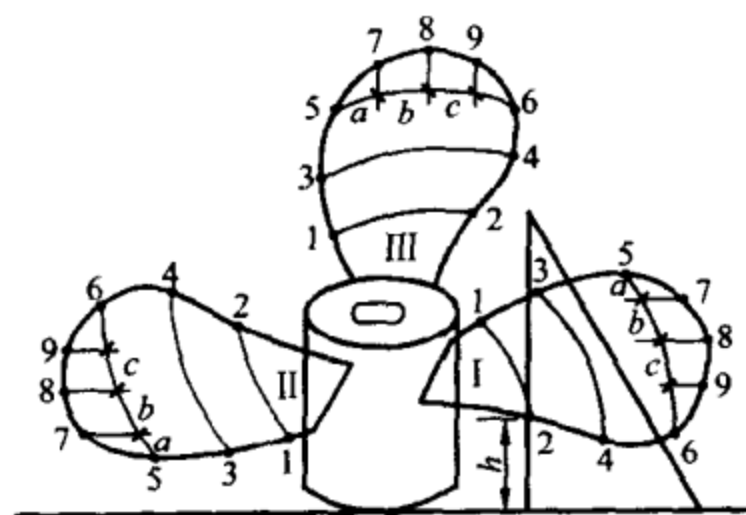

图 2-11 划弧定点法校正扇叶示意图
(1) 转动扇叶，以三个不同长度为半径用铅笔在三个扇叶片上划同心弧，在每个叶片的边缘上得交点 1、2、3、4、5、6，如图 2-11 所示。
(2) 卸下扇叶，在每一叶片的相同位置上标出点 7、8、9。距离由 a 、 b 、 c 决定；
(3) 以调整好的其中一叶片的角度和弧度为标准（如图 2-11 中选扇叶片 I），将扇叶凹面朝上放在光滑平整的桌面或桌面的玻璃板上，然后用直角三角尺（直尺、拐尺均可以）测量并记录下叶片 I 上各点至桌面或玻璃板面的高度 h ；
(4) 调整另两个扇叶的角度和弧度，使其叶片上的各点至桌面或玻璃板面的高度 h 要与叶片 I 所测得的高度 h 相等。这样